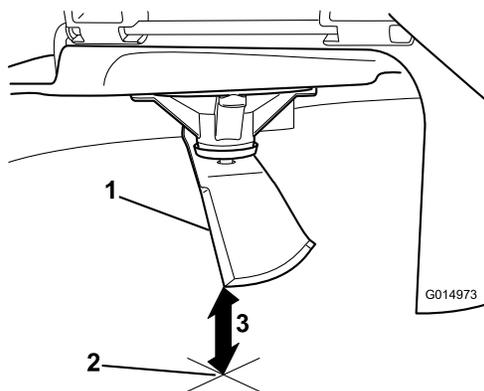

Figure 106
5. Mesurez la distance entre la pointe de la lame et la surface plane (Figure 106).